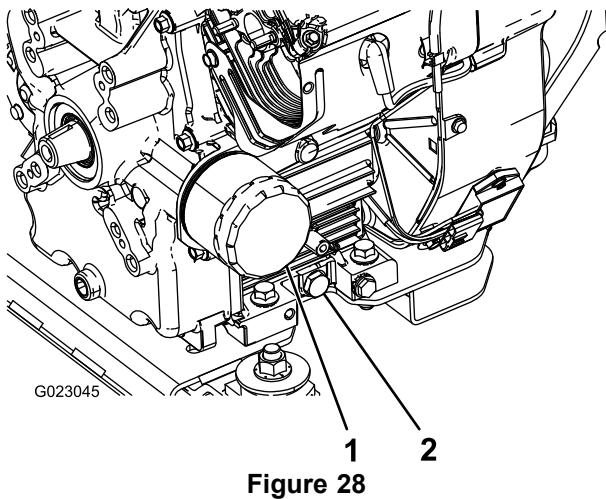

Figure 28
5. Enlevez le bouchon de vidange (Figure 28).
2. Déposez le filtre à huile (Figure 28).
5. Posez le filtre à huile de rechange sur l'adaptateur. Tournez le filtre dans le sens horaire jusqu'à ce que le joint rejoigne l'adaptateur, puis donnez 1/2 tour supplémentaire (Figure 28).